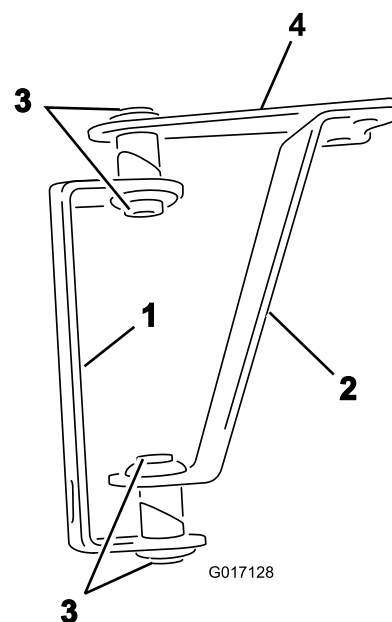
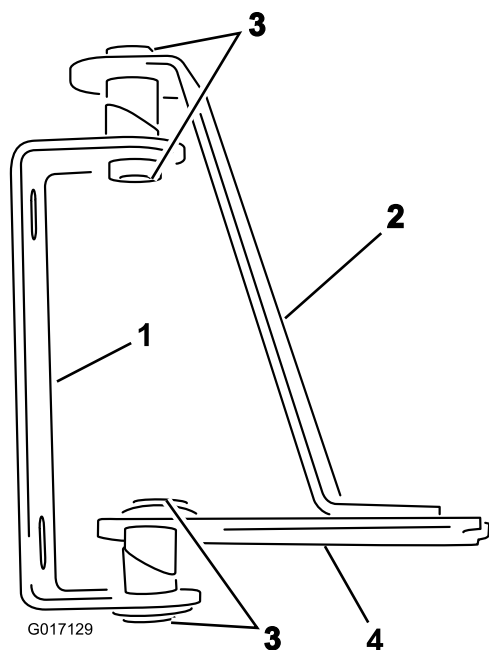

Figura 1
Figura 2
1. Disponete cerniere e cinghiette come illustrato in Figura 1 (per la barra scoperta) o Figura 2 (per la barra coperta).
2. Inserite le boccole nelle aperture del tubo saldato in cerniere e cinghiette come illustrato in Figura 1 o Figura 2.